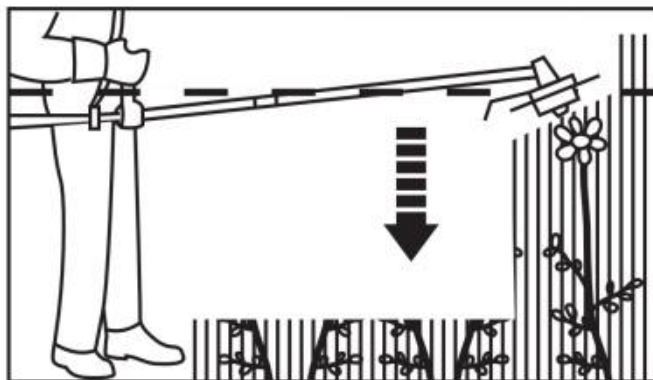

Fig. 43
4. Houd de snijkop nooit hoger dan uw heup (fig. 43); hoe hoger u de snijkop houdt, hoe groter de kans dat er voorwerpen worden weggeslingerd.